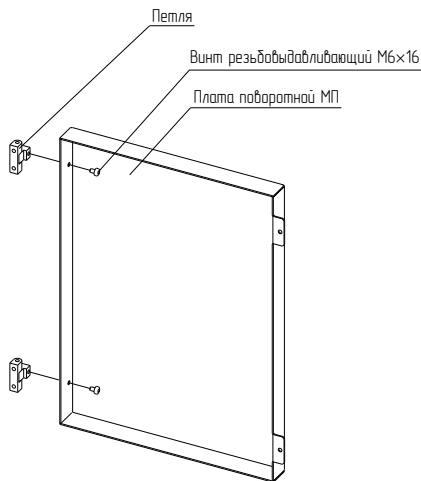

Рисунок 2
4.1.2 Закрепить петли на плате поворотной МП. Для крепления использовать винты М6×16 (рисунок 2). Момент затяжки – 7 Н·м.